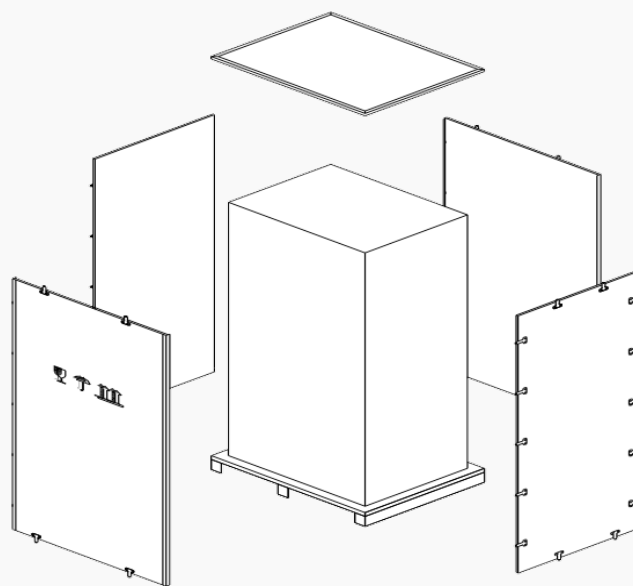

Рис.3-5 Снятие упаковки
4. Переместите ИБП к месту установки, используя погрузочную тележку (см. Рис.3-5).